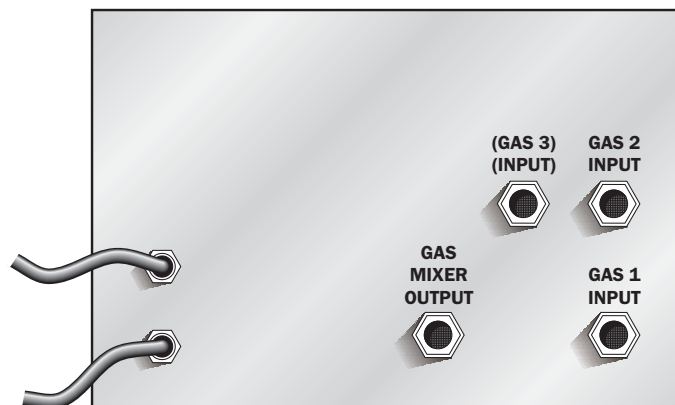

Рис. 3. Соединения MAP Mix 9001
**ОПАСНОСТЬ:** На задней стороне газосмесителя есть указание на то, где газы должны быть подсоединены к индивидуальным входам (см. Рис. 3).